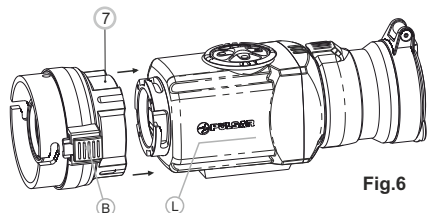

Fig.6
- Individuare il oculare per il visore applicabile in modo che il blocco (B) sia parallelo al logo Pulsar (L) sul corpo dell'apparecchio (Fig.6).
- Inserire il oculare per il visore applicabile nel corpo dell'apparecchio fino all'arresto e bloccarlo ruotando anello per attacco a baionetta (7) in senso orario.